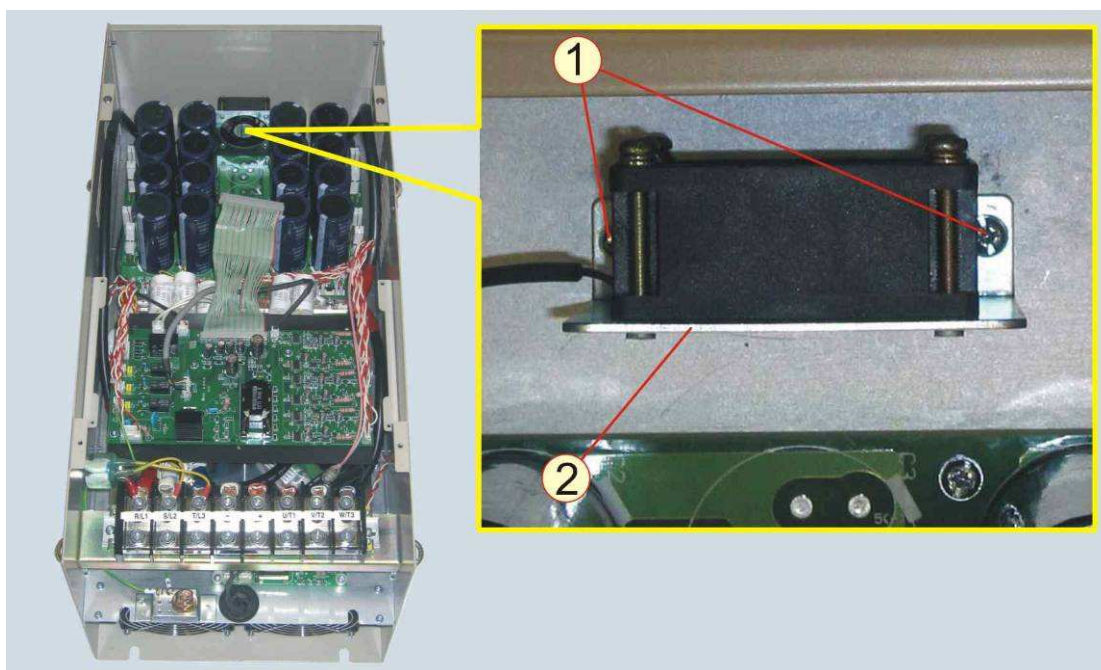

Рисунок 7.16
7.7.2 Установить стойку 2 в сборе с вентилятором (рисунок 7.16), вкрутив два винта 1.